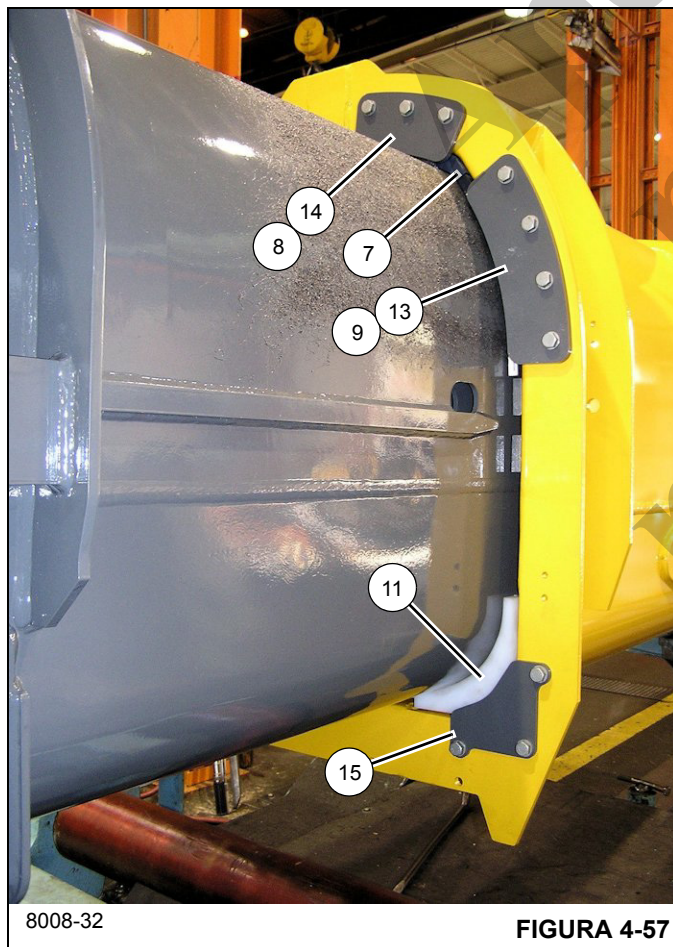

FIGURA 4-57
- 111. Coloque a seção da base (1) de cabeça para baixo e atrás do telescópio 1 (2); coloque a seção da base (1) sobre apoios adequados.
- 112. Usando uma pistola de graxa ou um pincel, aplique graxa no interior do telescópio da base (1) nas áreas onde as placas de desgaste traseiras do telescópio 1 tocarão após a montagem.
- 113.** Alinhe a seção da base e o telescópio 1 uma com a outra, a seguir insira parcialmente o telescópio 1 (2) na seção da base (1).
- 114.** Use os calços (70) para ajustar os conjuntos da placa de desgaste traseira do telescópio 1 (71, 82) de tal modo que as placas de desgaste estejam dentro de 2 mm (0.08 pol.) das laterais e da parte inferior da seção da base. Um número igual de calços deve ser usado em cada lado.
- 115.** Insira três quartos da extensão do telescópio 1 (2) na seção da base (1).
- 116.** Usando um elevador e uma linga adequados, eleve um pouco a parte dianteira do telescópio 1 (2) com a finalidade de instalar as placas de desgaste na parte dianteira da seção da base (1).
- 117.** Instale a placa de desgaste superior (11) na parte dianteira da seção da base (1) usando os dois parafusos (27) e porcas (28) (lados esquerdo e direito); verifique se a porção mais fina da placa de desgaste superior (11) está orientada para o lado da seção da base (1) (consulte a Figura 4-57).
- 118.** Instale a placa de retenção (15) na parte dianteira da seção da base (1) usando os três parafusos (19), seis arruelas lisas (16), três arruelas de pressão (17) e três porcas (18) (lados esquerdo e direito) (consulte a Figura 4-57).
- 119.** Abaixar o telescópio 1 (2) sobre as placas de desgaste recém-instaladas (11).
- 120.** Instale os calços (2x-7) e as placas de desgaste inferiores dianteiras (8, 9) na parte inferior da seção da base (1) (consulte a Figura 4-57).
- 121.** Instale as placas de retenção esquerda, direita e inferior (2x-14, 13) na parte dianteira da seção da base (1) usando os parafusos (19), arruelas lisas (16), arruelas de pressão (17) e porcas (18) (consulte a Figura 4-57).
- 122.** Instale a placa (12) no interior da seção da base (1) usando dois parafusos (20) e arruelas lisas (16) (lados esquerdo e direito).
- 123.** Introduza inteiramente o telescópio 1 (2) na seção da base (1).